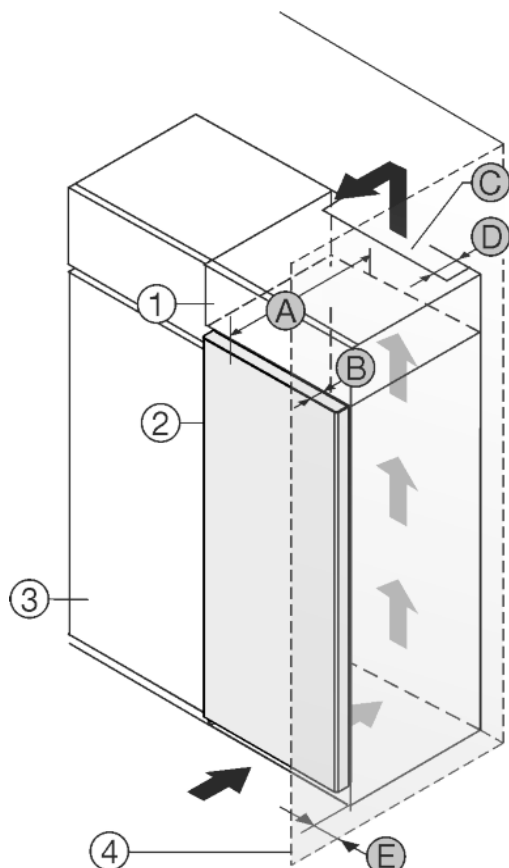

Fig. 1
Přístroj nainstalujte přímo vedle kuchyňské skříňky Fig. 1 (3).\*
Na zadní straně nástavné skříňky musí být větrací šachta hluboká Fig. 1 (D) přes celou šířku nástavné skříňky.
Pod stropem místnosti musí být dodržen větrací průřez Fig. 1 (C).
Když se přístroj instaluje závěsy vedle stěny Fig. 1 (4), musí být vzdálenost mezi přístrojem a stěnou minimálně 40mm. To odpovídá přesahu madla při otevřených dveřích.